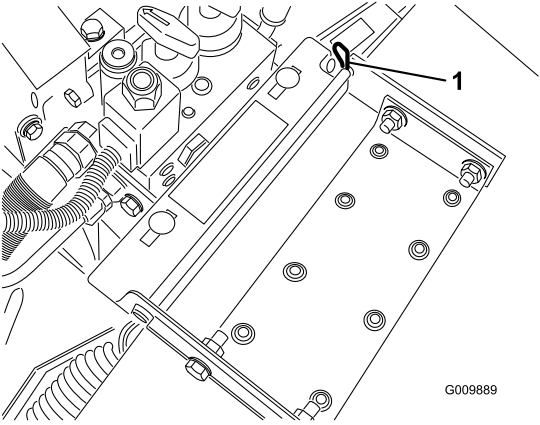

Figura 36
2. Retire el pasador que fija el pivote del capó a los soportes (Figura 36).